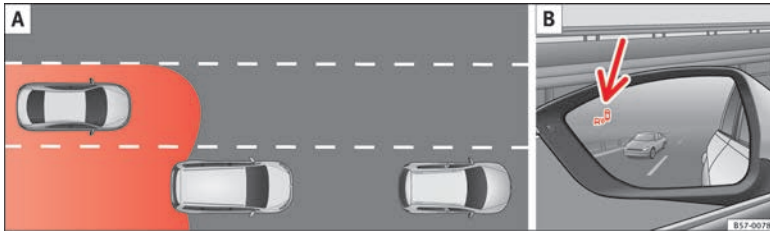

Abb. 196 Schematische Darstellung: **A** Überholvorgang mit Verkehr im hinteren Bereich. **B** Anzeige des Blind-Spot-Assistenten im Außenspiegel links.
In nachfolgenden Situation wird die Anzeige im Außenspiegel »» **Abb. 196** **B** (Pfeil) oder »» **Abb. 197** **B** (Pfeil) dargestellt:
- Bei einer Überholung durch ein anderes Fahrzeug »» **Abb. 196** **A**.